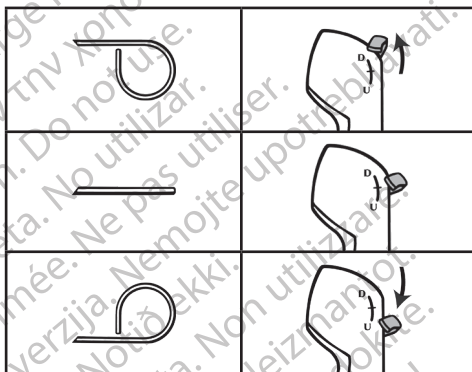

Figura 3. El control de la articulación puede ser estándar o inverso, dependiendo del modelo utilizado
**Palanca de articulación:** la palanca de articulación controla la articulación de la punta distal hacia arriba y hacia abajo. Dependiendo del modelo, el control de la articulación puede ser estándar (palanca hacia arriba = punta hacia arriba) o inverso (palanca hacia arriba = punta hacia abajo) (Figura 3). Al devolver la palanca de articulación a la posición neutra, la punta distal retoma su posición no articulada.